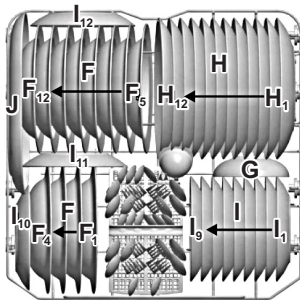

Рис.15
- Схема оптимальной укладки посуды в нижней корзине посудомоечной машины модели 60301 и ее исполнений представлена на рис. 15.